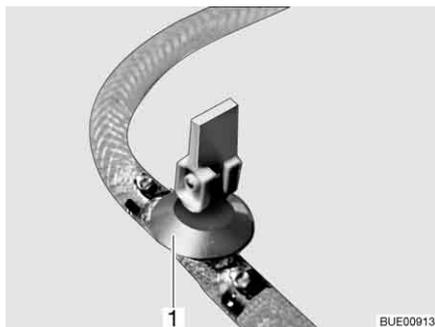
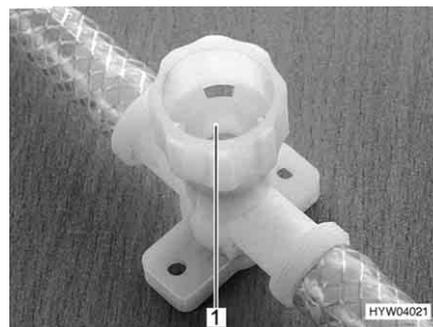

Fig. 225 Llave de desagüe (con balancín)
Fig. 226 Llave de desagüe (con tapa giratoria)
- Cerrar todas las llaves de desagüe. Para esto, poner el balancín de la llave de desagüe (Fig. 225,1) en posición horizontal o girar la tapa de la llave de desagüe (Fig. 226,1) en el sentido de las agujas del reloj.